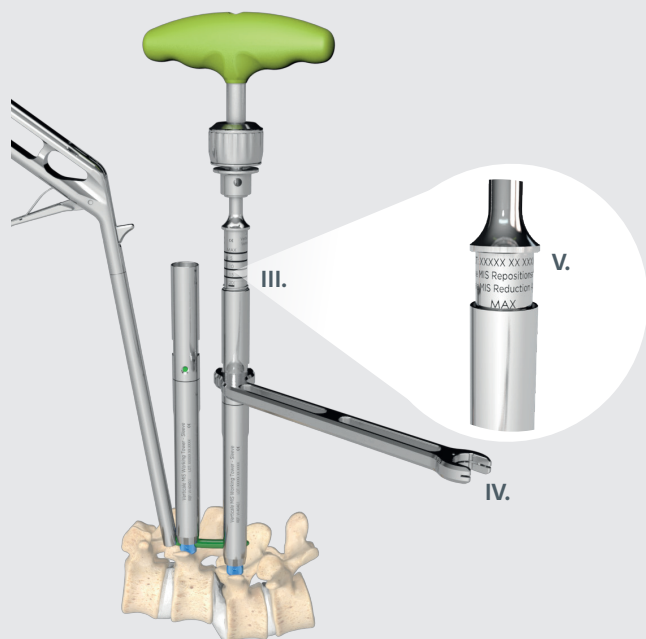

Abb. 26b Repositionsmanöver mit dem VERTICALE MIS Repositionsinstrument und -Adapter
III. Durch Drehen des VERTICALE MIS Repositionsadapters wird der Stab kontrolliert in den Schraubenkopf gedrückt (Abb. 26b). Gleichzeitig korrigiert sich die Lage des Wirbelkörpers in posteriorer Richtung. Es wird empfohlen, das Repositionsmanöver unter Bildwandlerkontrolle durchzuführen.
IV. Um Rotationskräften entgegenzuwirken, wird empfohlen den VERTICALE MIS Gegenhalter zu nutzen (Abb. 26b).
V. Die Markierungen am VERTICALE MIS Repositionsadapter zeigen an, welche Repositionsdistanz bis zur endgültigen Position erforderlich ist (Abb. 26b Zoom). Ein Repositionsweg von 20mm ist maximal möglich. Erst wenn so weit reponiert wurde, dass die Skala MAX anzeigt, ist die Reposition vollständig erfolgt und der Stab kann fixiert werden (Abb. 26b Zoom).